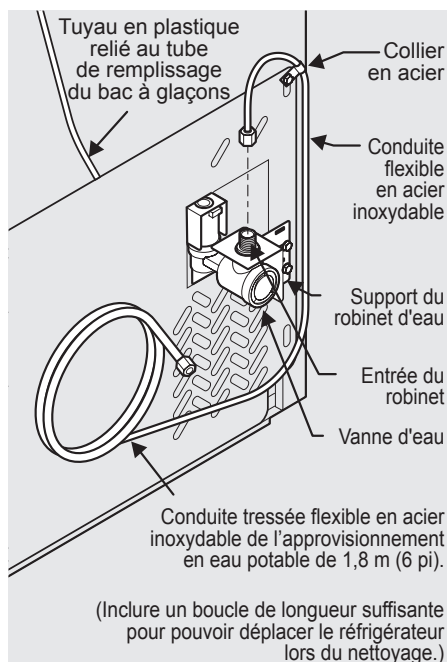

Figure 2
– l'écrou et la bague d'extrémité sont déjà assemblés sur le tube. Glissez l'écrou sur l'entrée du robinet et serrez-le à la main. Serrez d'un autre demi-tour à l'aide d'une clé; ÉVITER de trop serrer. Voir la Figure 2.